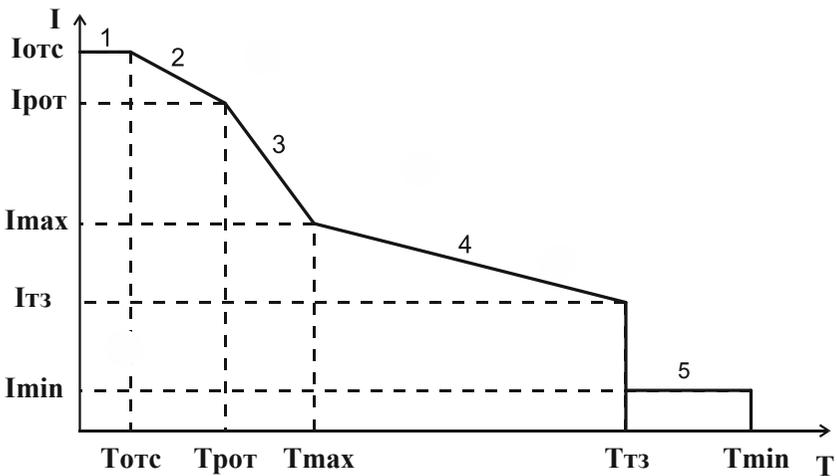

Рисунок 32 - Характеристика защитного отключения (режим линейный)
- **Линейный** - время срабатывания определяется как линейная функция между двумя соседними точками, Рисунок 32.